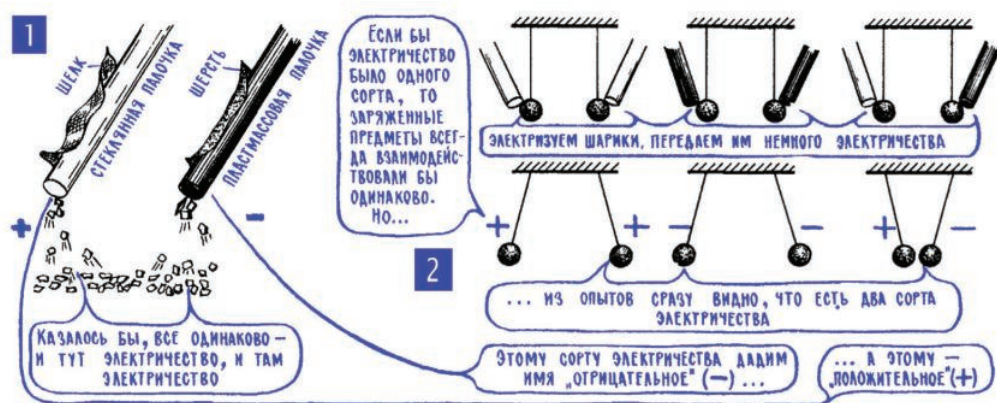
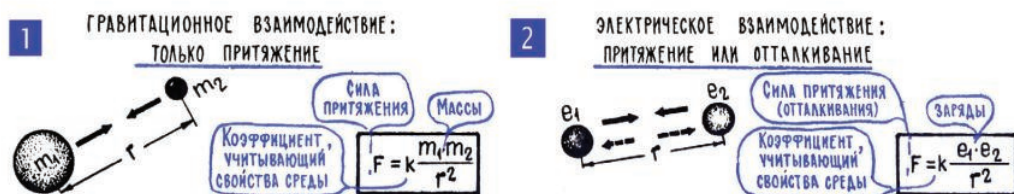

Рис. 2.1. Электризация тел
Рис. 2.2. Гравитационное и электрическое взаимодействия
Но вот около двух с половиной тысяч лет назад древнегреческий философ и исследователь природы Фалес Милетский впервые отмечает, что у гравитации есть могучий соперник, ранее ловко скрывавшийся от людей. Обнаружилось, что если натереть шерстью янтарную палочку, то палочка притягивает к себе легкие предметы, скажем клочки ткани. Под действием своей тяжести, то есть под действием гравитационного притяжения к земле, эти клочки ткани должны были бы падать, двигаться вниз. А они, преодолевая силы гравитации, упрямо поднимаются вверх (рис. 2.1).
Электричество и гравитация в чем-то очень похожи, и работают они по очень похожим правилам. Гравитационное притяжение тем сильнее, чем больше взаимодействующие массы; электрическое – чем больше заряды. А если раздвигать взаимодействующие тела, увеличить расстояние между ними, то обе силы – электричество и гравитация – резко ослабевают (рис. 2.2).
**4. Электричество бывает двух видов, двух сортов: положительное и отрицательное.** В результате гравитационного взаимодействия физические тела только притягиваются, пока еще никто не наблюдал антигравитации, то есть расталкивания двух масс. Отсюда можно сделать вывод, что в природе существует масса только одного сорта и что одинаковые массы взаимодействуют только так – они взаимно притягиваются. Одинаковость, однотипность масс установлена с колоссальной, просто-таки фантастической точностью – до миллионных долей миллионной доли процента. Но факт существования только одного сорта массы настолько важен, что физики планируют еще более точную его проверку. В отличие от массы, электричество бывает двух разных сортов, и в этом может убедиться каждый, проделав простейшие опыты с натиранием стеклянной и пластмассовой палочек. Поначалу может показаться, что электричество всегда действует одинаково (рис. 2.1), но, передавая заряды с натертых палочек двум легким шарикам, можно убедиться, что в разных случаях они ведут себя по-разному (рис. 2.2; 2). Шарик, получивший электрический заряд разных сортов (разноименно заряженные), притягивается, одинаковых сортов (одноименно заряженные) – отталкивается. Если бы электричество было только одного сорта, то взаимодействие зарядов всегда было бы одинаковым: